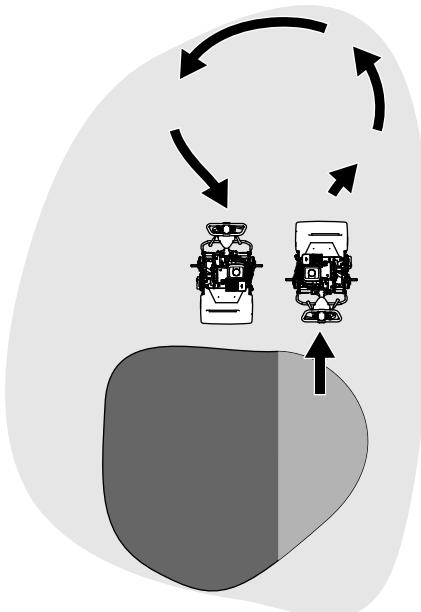

Рисунок 19
- Поворачивать машину следует за пределами грина, поднимая режущий барабан (нажимая на рукоятку вниз) и поворачивая машину по криволинейной траектории на тяговом барабане (Рисунок 19).
1. Найдите рычаг включения тяги на коробке передач трансмиссии (Рисунок 19).